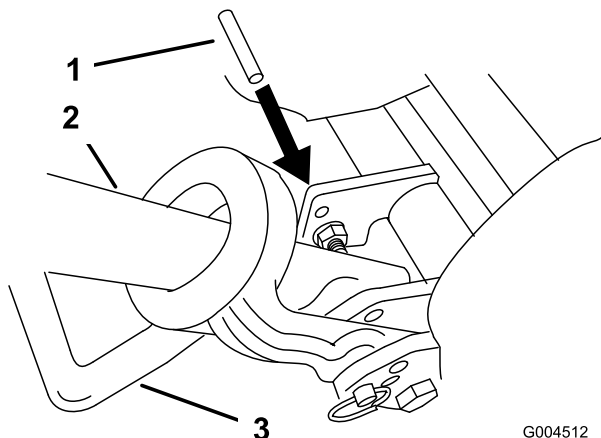

Figura 44
2. Abbassate il cavalletto e inserite un perno (o una spina) del diametro di 6,4 mm (1/4 poll.) nel foro del telaio soprapostante il bullone di montaggio del cavalletto (Figura 44).